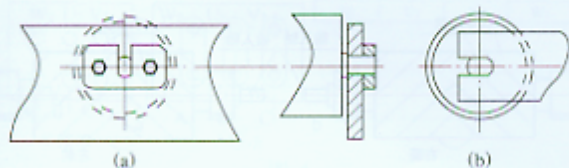

图 2
2.4 无支座(即移动式)电动滚筒，支承轴头多制成扁头或方头，其安装方式如(图2-a、b)支承轴头部应与机架上安装板的长槽配合，间隙应在0.2 ~ 0.3mm